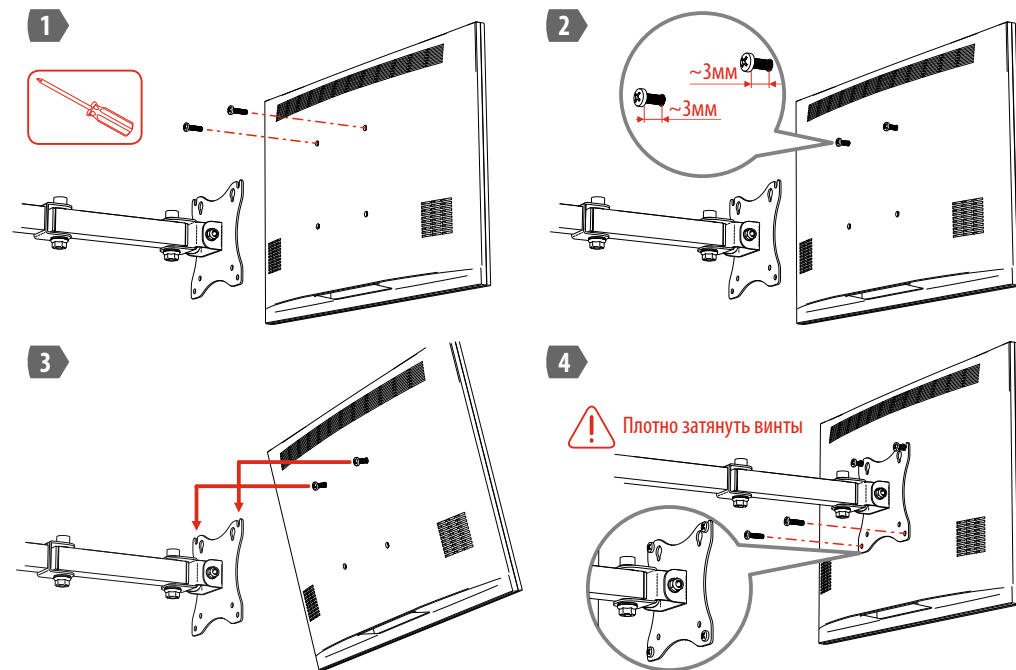

Рисунок 4. Монтаж монитора на держатель
- 4.5 Вверните винты M4 в крепёжные отверстия VESA на мониторе, оставив расстояние между головкой и корпусом около 3мм. Навесьте монитор на держатель и вверните нижние винты в крепёжные отверстия VESA. Протяните все винты, убедитесь в отсутствии люфта монитора. Процесс монтажа монитора показан на рис.4.